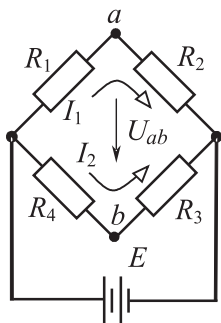

Рис. 1.7
**Задача 1.10.** В цепи (рис. 1.7)  $R_1 = 10$  Ом,  $R_2 = 30$  Ом,  $R_3 = 20$  Ом,  $R_4 = 40$  Ом. Определить ЭДС  $E$ , при которой напряжение  $U_{ab} = 5$  В.